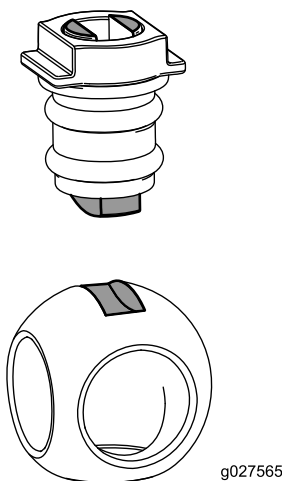

Figura 110
6. Inserite la sfera sul corpo della valvola (Figura 110).
Nota: Lo stelo della valvola deve inserirsi nella scanalatura di trasmissione della sfera. Se lo stelo della valvola non si inserisce, regolate la posizione della sfera (Figura 110).